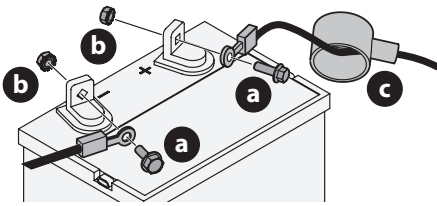

Fig. 21
1. Retirez le protecteur en plastique, le cas échéant, de la borne positive. Connectez le raccord rouge à la borne positive (+) avec un boulon (a) et un écrou (b) (Fig. 21 à la page 87).
2. Remplacez le capuchon rouge en caoutchouc (c) sur la borne positive de la batterie pour la protéger contre la corrosion (Fig. 21).
3. Retirez le protecteur en plastique, le cas échéant, de la borne négative de la batterie et fixez le câble noir à la borne négative (-) avec un boulon (a) et un écrou (b) (Fig. 21).